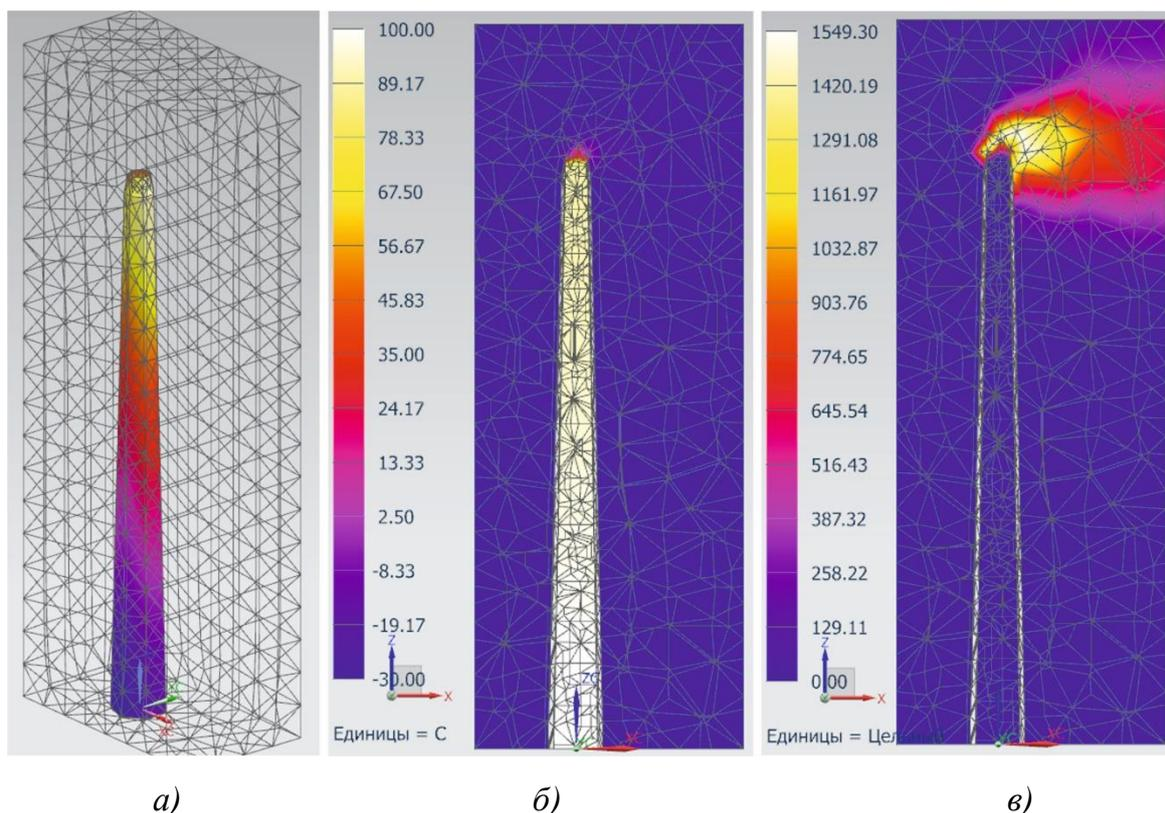

Рис. 2.9. Результаты расчета: а) температурное поле трубы; б) температура потока среды; в) относительная влажность среды.
13. Для отображения температурного поля поверхности трубы нажмите пункт «**Температура – По узлам**» в окне «**Навигатор постпроцессора**». Будет отображаться температурное поле только твердого тела – трубы (рис. 2.9, а). Проанализируйте распределение температур.
«*Секущая плоскость*» выберите нужную ориентацию плоскости и установите Сторону отсечения – «*Оба*». Проанализируйте распределение температур (рис. 2.9, б).
15. Для отображения поля относительной влажности среды в продольном среднем сечении трубы по направлению ветра нажмите пункт «*Относительная влажность*» в окне «*Навигатор постпроцессора*». Проанализируйте распределение поля относительной влажности среды (рис. 2.9, в).